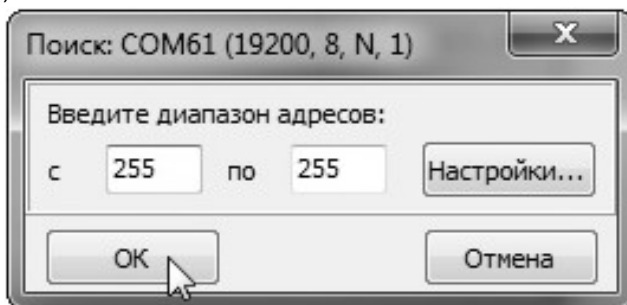

Рисунок 60 – Окно «Поиск: COM61 (19200, 8, N, 1)»
3.16.5 Выбрать пункт главного меню «Устройства» → «Поиск...», либо нажать клавишу «F3» на клавиатуре. На экране появится окно «Поиск: COM61 (19200, 8, N, 1)» (рисунок 60).